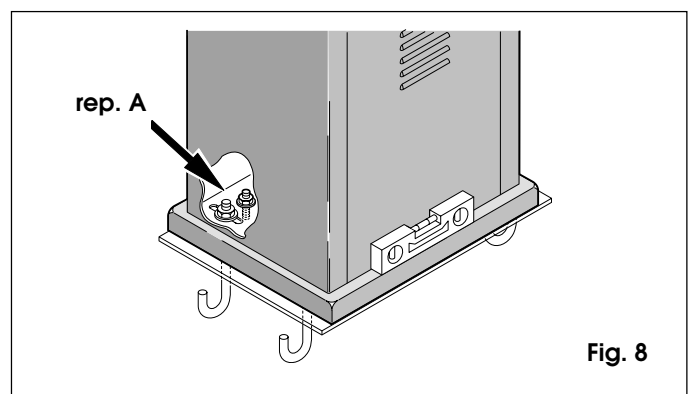

Fig. 8
- 2) Monter les vis de réglage appropriées sur la semelle du motoréducteur comme indiqué fig. 8 rep. A.
Après l'installation de la crémaillère, abaisser d'environ 4 mm la position du motoréducteur (fig. 12) en ajustant les pieds de réglage (fig. 8 rep.A), afin de garantir le bon entraînement du pignon avec la crémaillère.